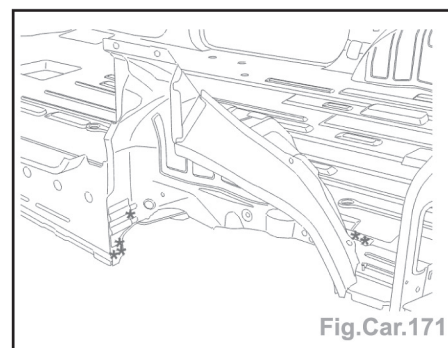

Fig.Car.171
- Découper par fraisage des points et déposer l'élément (Fig.Car.171).